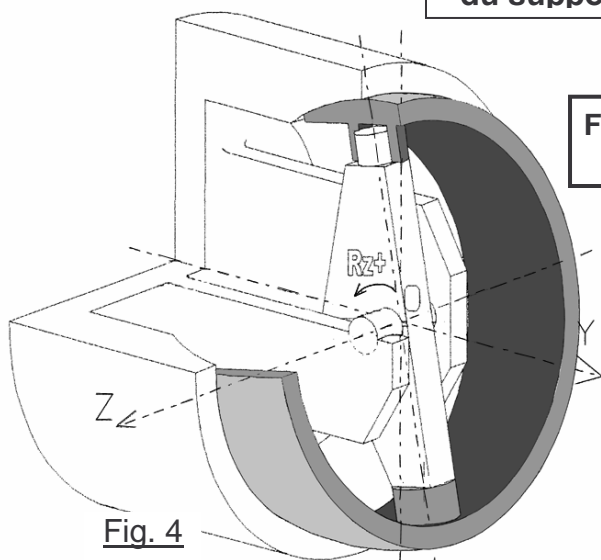

Fig. 4
FT 21 : Guider en rotation autour de Oz (figures 4 et 5)
*En vous aidant éventuellement des figures 4, 5, 6 du document DT 7, **Localiser les surfaces** qui réalisent la liaison pivot (avec un léger jeu axial) d'axe $O\bar{z}$ entre S2 et S4 **en les coloriant en rouge** (sur **Doc 13**).*